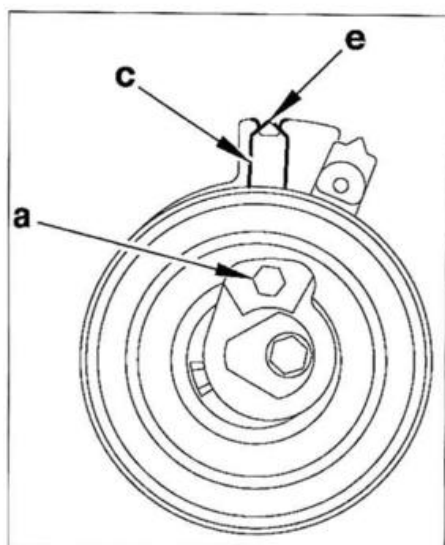

FIG. 16
- Llevar el índice "c" a su posición de reglaje "e" (Fig.16)